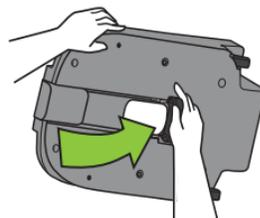

Figure 55
- Retournez la base et faites pivoter le piètement de charge dans l'espace de rangement situé au bas de la base. Appuyez sur le piètement de charge et verrouillez-le en place, comme indiqué dans la **Figure 55** :